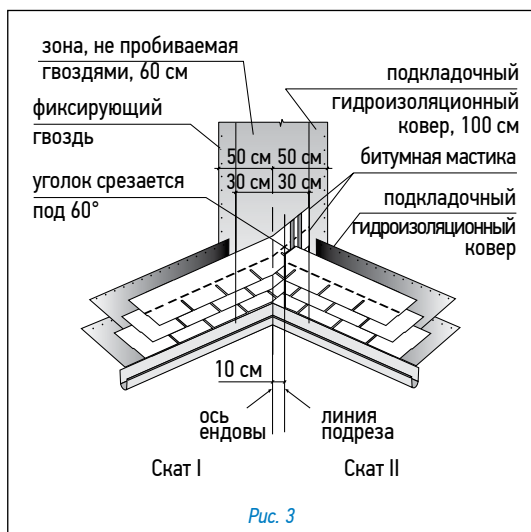

Рис. 3
Ендова (рис. 3)
• лист, подходящий к ендове со ската II, должен доходить до линии подрезки и обрезаться по ней. Верхний уголок обрезанного края листа подрезается под углом 60° (5 × 3 см — рис. 3);